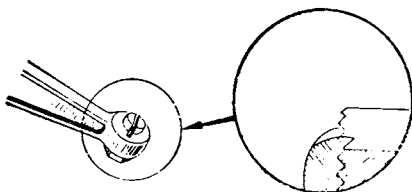

Рис. 55. Стопорение регулировочных болтов
3. Застопорите после регулировки болты рычагов, отгибая край рычага в паз хвостовика болта, как показано на рис. 55.